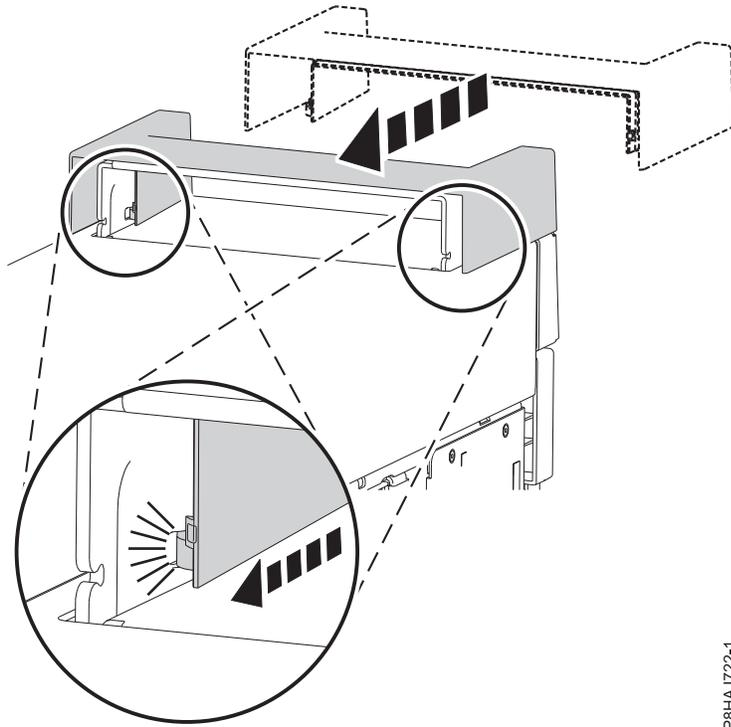

Abbildung 179. Griffabdeckung bei einem eigenständigen System vom Typ 8286-41A befestigen
1. Befestigen Sie die Griffabdeckung an der internen RDX-Andockstation (FC EUA3), indem Sie sie in Richtung der Rückseite des Systems schieben. Siehe Abb. 179.